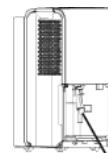
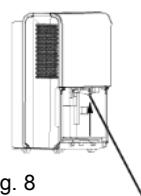

Fig. 7
Fig. 8
- Hvis pumpeslangen faller ned når du fjerner bøtten (se fig. 7), må du sette slangen ordentlig tilbake i enheten før du setter bøtten tilbake på plass i enheten (se fig. 8).